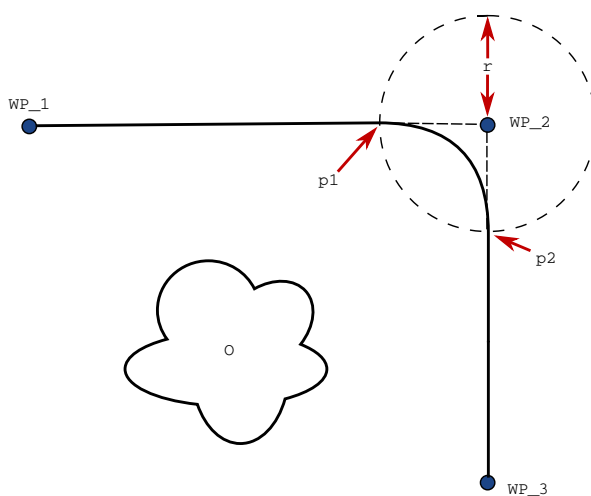

Figura 16.3: Transizione lungo WP\_2 con raggio  $r$ , posizione di transizione iniziale in  $p_1$  e finale in  $p_2$ . O è un ostacolo.
**Parametri di transizione** Oltre ai punti percorso, diversi parametri influenzeranno la traiettoria di transizione (vedi figura 16.3):